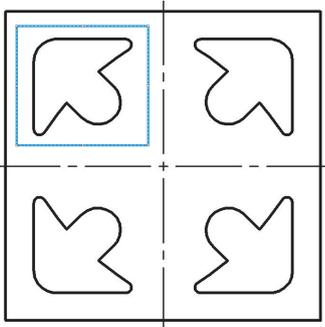

Рис. 2.10-3
6. Самостоятельно построить на чертеже второй детали три недостающих фигурных паза (рис. 2.10-3).